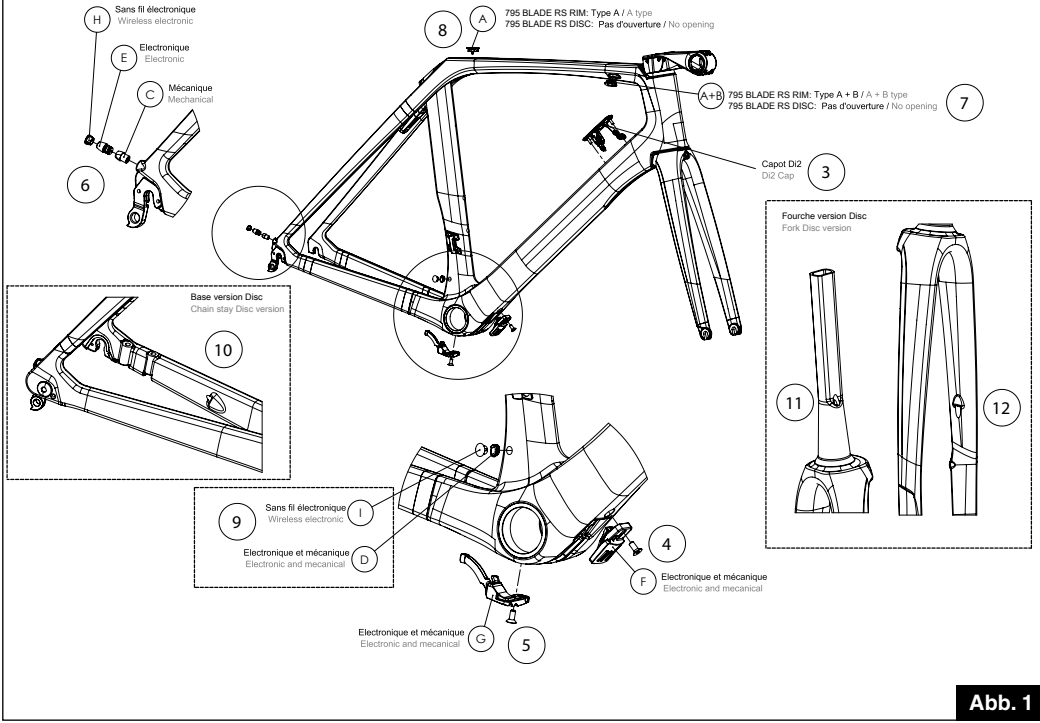

Abb. 1
2 / Nehmen Sie zwei 110 cm lange Hüllen für Schaltzüge und führen Sie sie eine Außenhülle in die Öffnung 2 (Abb. 1) und die andere in die Öffnung 1 (Abb. 2). Ziehen Sie Ihre Außenhüllen durch die Öffnung 4 heraus (Abb. 1). Setzen Sie auf der Tretlagerseite ein Hüllendstück auf das Ende jeder Außenhülle.
3 / Nehmen Sie zwei 110 cm lange Außenhüllen für Schaltzüge und führen Sie die Außenhülle für das vordere Schaltwerk durch die Öffnung 2 (Abb. 2) und die Außenhülle für das hintere Schaltwerk durch Öffnung 1 (Abb. 2). Führen Sie die Außenhüllen entsprechend Ihrer Konfiguration durch die Trägerplatte (Abb. 3-4-5-5-6). Ziehen Sie Ihre Außenhüllen durch die Öffnung 4 heraus (Abb. 1). Die beiden Schaumstoffhüllen (lange Schaumstoffhülle) ca. 7 cm auf das Endstück jeder der Außenhüllen für die Schaltwerke, die aus Ausgangsöffnung 4 kommen, aufsetzen und mit Klebeband befestigen.
7 / Wenn Sie Ihr Fahrrad in hydraulischer Konfiguration fahren, dann führen Sie den vorderen Bremsschlauch durch die Öffnung 2 (Abb. 2) und dann durch den Einlass 11 (Abb. 1) und nehmen ihn schließlich am Abzweig 12 heraus (Abb. 1). Wenn der Bremssattel mit seinem Schlauch schon durchgeführt ist, dann durch das Loch am Abzweig 12 (Abb. 1) führen und durch die Öffnung des Gabelzapfens 11 (Abb. 1) und dann durch den Einlass 2 (Abb. 2) ziehen. Wichtig : Vor den folgenden Schritten müssen Sie den ADH2 Lenker (empfohlen) oder einen anderen Lenker mit einem Durchmesser von 31,8 mm und dem AERO DESIGN STEM Vorbau (ADS) montieren. Lesen Sie die zugehörigen Hinweise.
8 / Platzieren Sie den Schaltzug für das hintere Schaltwerk hinter dem Schaltgriff und ziehen Sie ihn durch die Öffnung 6 heraus (Abb. 1) Schieben Sie den Anschlag (C) und die Ummantelung um den Zug.
9 / Schneiden Sie die Ummantelung an der Ausgangsöffnung 9 (Abb. 1) auf ca. 5 cm zu.
10 / Platzieren Sie den Schaltzug für das vordere Schaltwerk hinter dem Schaltgriff und ziehen Sie es durch die Ausgangsöffnung 9 heraus (Abb. 1). Installieren Sie dann die Ummantelungsföhrung / das winklige Führungsstück (D).
(Abb. 1) und nehmen ihn schließlich am Abzweig 12 heraus (Abb. 1). Wenn der Bremsattel mit seinem Schlauch schon durchgeführt ist, dann durch das Loch am Abzweig 12 (Abb. 1) führen und durch die Öffnung des Gabelzapfens 11 (Abb. 1) und dann durch den Einlass 2 (Abb. 2) ziehen.
8 / Setzen Sie die Durchgangsstülpe (E) in Öffnung 6 (Abb. 1) ein.